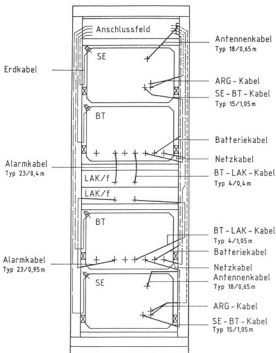

Fig 12 - Gestell A Uem 2 für zwei Stationen R-915
- ¹ Verkabelung nach Fig 12 ausführen;